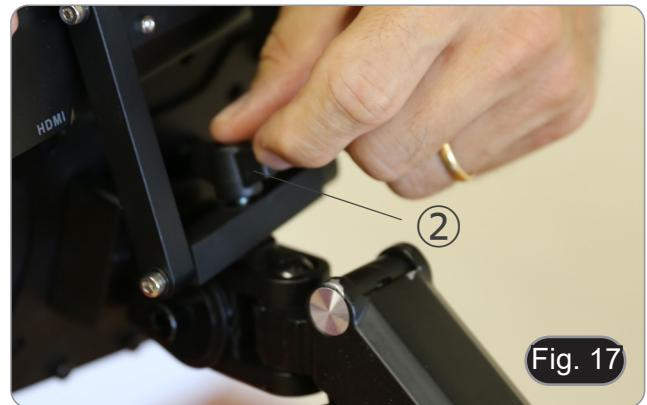

Fig. 17
12. Colocar el pomo de fijación ② en el soporte del monitor y, a continuación, atornillarlo en el orificio roscado del brazo horizontal. (Fig. 17)